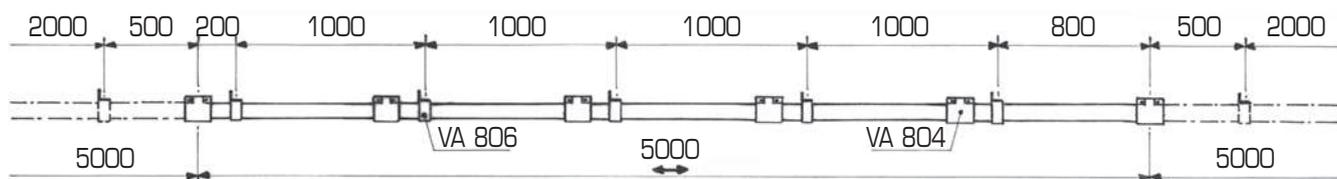

Fig. 1 - Suspension tous les 1000 (ou 1666 dans certains cas).
<p>Fig. 1 A</p> 	<p>Fixation par support MONOBRIDE VA 814 Pour ailes parallèles exclusivement</p>
<p>Fig. 1 B</p> 	<p>Fixation par support à 2 brides CP 514-600 pour L = 600 mm CP 514-500 pour L = 500 mm</p>
- Encliqueter l'élément de bas en haut dans les griffes (fig. 1).